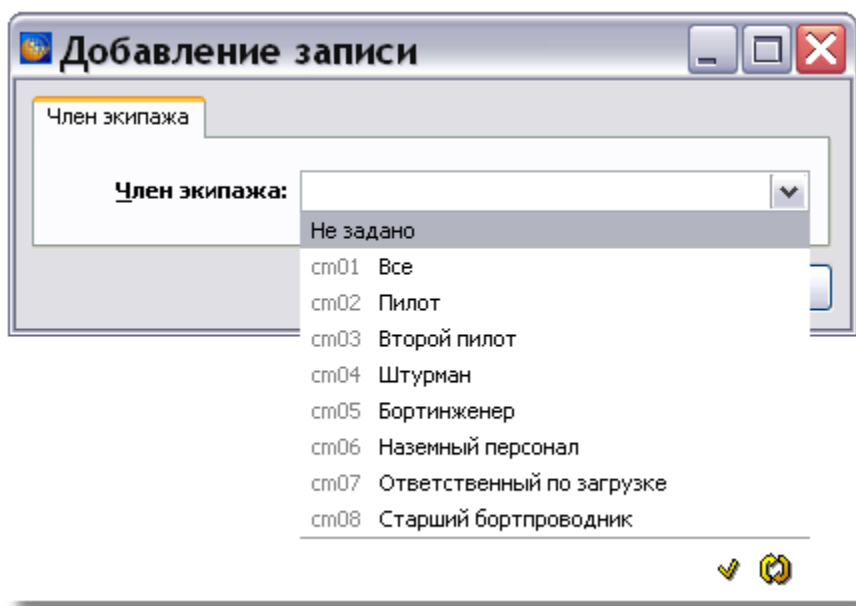

Рис. 13.12
9. В поле **Член экипажа** выберите из выпадающего списка должность члена экипажа, который осуществляет действие, например «пилот» (Рис. 13.12).